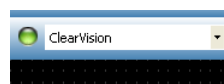

Figure 15 : Sélection réussie du Capteur ClearVision™
- Une fois ClearVision sélectionné, une DEL verte s'allume (Figure 15). Elle permet de confirmer que le capteur est maintenant connecté à l'ordinateur.